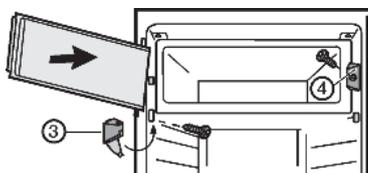

Fig. 3
- ▶ Montare l'elemento di Fig. 3 (4) chiusura.
- ▶ Montare il blocco di supporto Fig. 3 (3) e chiudere il coperchio.